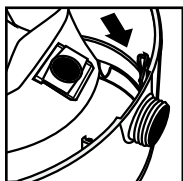

FIGURA 31
43. Deslice el deflector con la bolsa recolectora unida dentro del anillo de retén. **FIGURA 31.**